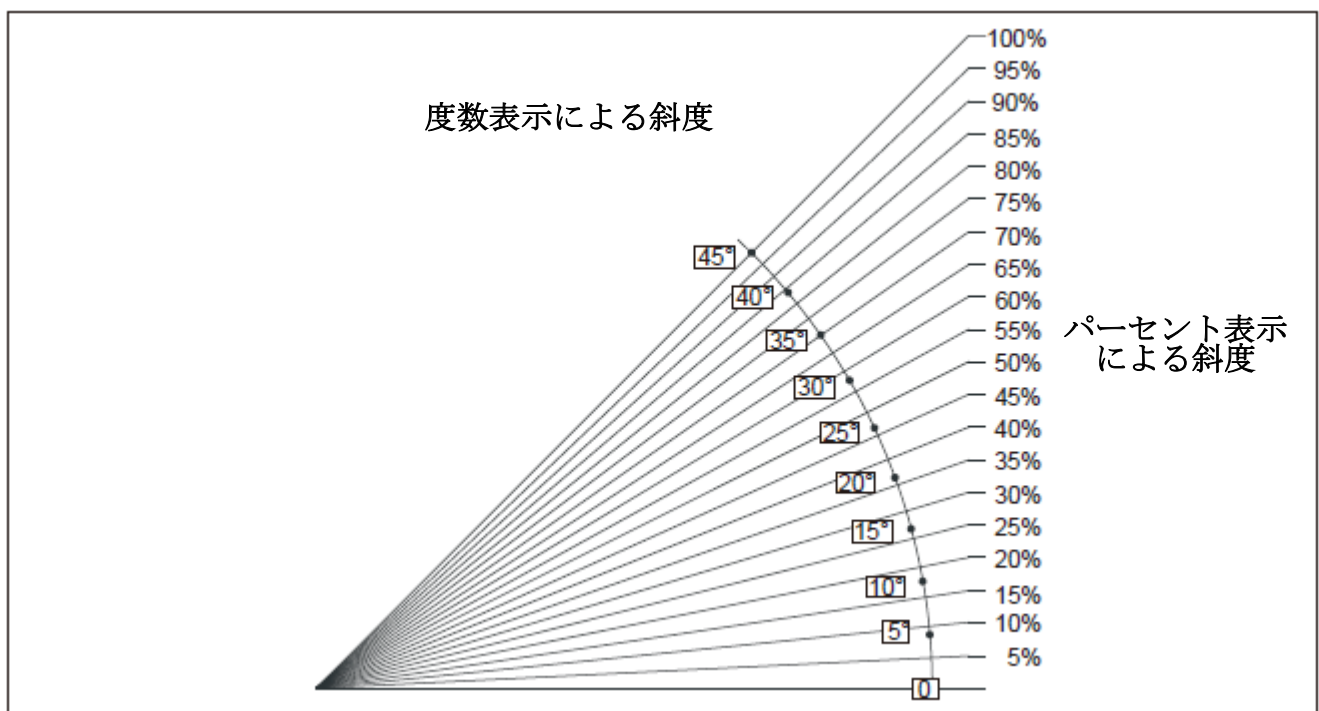

図 8.5 - 斜度のパーセント表示と度数表示の変換
ほとんどの場合、登坂能力はパーセントで表示されます。パーセント表示では、角度45度が勾配100%に対応します。角度指示器（傾斜計）によっては、パーセントでなく角度で斜度を表示するものも多くあります。このため、図8.5のように斜度のパーセント表示と度数表示の間の関係を理解しておくに役立つ場合があります。
5. 図 8.5 の式で勾配のパーセント値を計算します。